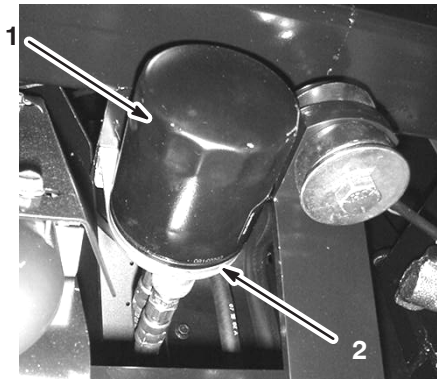

Figure 33
2. Déposez le filtre usagé (Fig. 33).
3. Essuyez la surface du joint de l'adaptateur du filtre (Fig. 33).
4. Appliquez une fine couche d'huile neuve sur le joint en caoutchouc du filtre de rechange (Fig. 33).
5. Posez le filtre à huile de rechange sur l'adaptateur. Tournez le filtre dans le sens horaire jusqu'à ce que le joint en caoutchouc touche l'adaptateur, puis donnez 1/2 tour supplémentaire (Fig. 33).